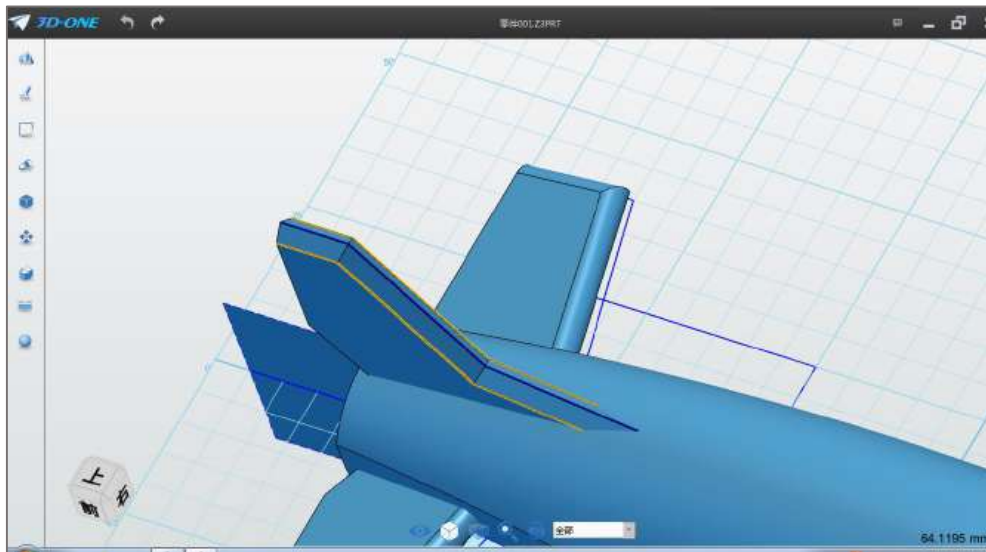

图 3-13
Step 13 选择圆角命令，边线选择下图 3-13 所示的模型边线。